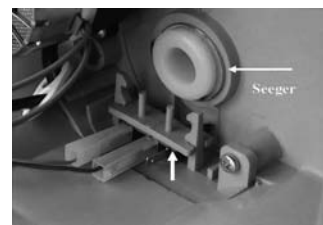

Fig. 14
- Allo scatto della mezzanotte, deve partire la rigenerazione. N.B.: Per eseguire le prove indicate è importante che il controller abbia il micro-switch di fine corsa correttamente collegato ed operativo. Per questo motivo si raccomanda di usare il controller montato nel suo box (fig. 14).